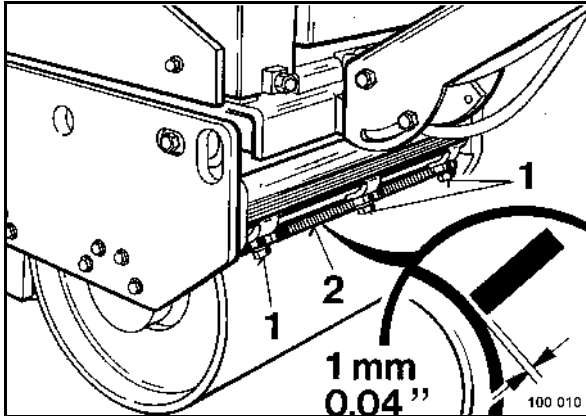

fig. 86
- Déserrer toutes les trois vis six pans 1 (fig. 86) du support.
- Régler les racleurs (2), parallèlement au bandage, avec un écartement d'env. 1 mm.